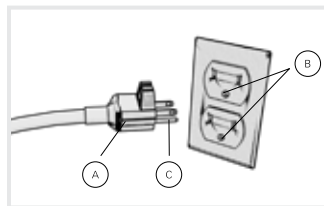
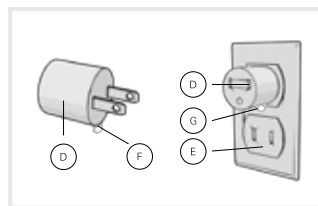

Fig. 1
Fig. 2
ADVERTENCIA: La conexión inadecuada del conductor de conexión a tierra del equipo puede ocasionar un riesgo de choque eléctrico. Consulte a un electricista calificado o al personal de mantenimiento si no está seguro de que la toma de corriente está conectada a tierra correctamente. No modifique el enchufe suministrado con el aparato; si no es compatible con la toma de corriente, solicite la ayuda de un electricista calificado para que instale una toma de corriente apropiada. Esta aspiradora debe usarse en un circuito nominal de 120 voltios, y tiene un enchufe con conexión a tierra que se parece al enchufe (A) ilustrado en la gura 1. Si no cuenta con una toma de corriente con una conexión a tierra apropiada, se puede usar un adaptador temporal (D) para conectar este enchufe en un receptáculo de dos clavijas (E) (Fig.2) Se usará el adaptador temporal hasta que un electricista calificado instale apropiadamente una toma de corriente con conexión a tierra (B) (Fig. 1). La oreja, patilla o dispositivo rígido similar de color verde (F) que sale del adaptador debe conectarse a una conexión a tierra permanente (G), como la tapa de la caja de una toma de corriente con una conexión a tierra adecuada
(Fig. 2). Cuando use el adaptador, apriételo con un tornillo. NOTA: El Código de Electricidad de Canadá no permite el uso de un adaptador temporal en dicho país.